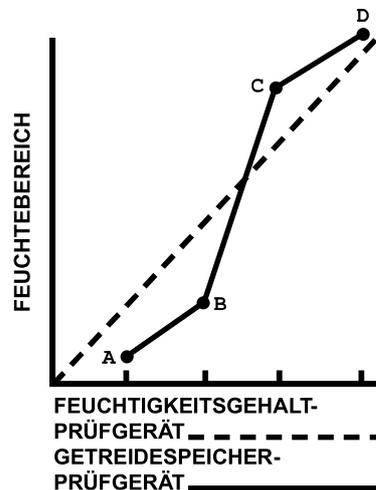

ABBILDUNG 1:
HINWEIS: Abbildung 1 dient lediglich zur Veranschaulichung und stellt keine tatsächlichen Prüfergebnisse dar.
- 1. Prüfgerät-Unterschiede:** Das Feuchtigkeitsgehalt-Prüfgerät stimmt möglicherweise nicht mit bestimmten Getreidespeicher-Prüfgeräten überein. Es gibt kein Prüfgerät, das den tatsächlichen Feuchtigkeitsgehalt eines jeweiligen Getreides messen kann. Für Getreidespeicher-Prüfgeräte bestehen keine nationalen Normen. Der Unterschied zwischen dem Feuchtigkeitsgehalt-Prüfgerät und verschiedenen behördlich genehmigten Getreidespeicher-Prüfgeräten ist nicht immer gleichbleibend. Eine Einstellung für einen bestimmten Feuchtigkeitsgehalt stimmt möglicherweise bei einem anderen Feuchtigkeitsgehalt nicht. Abbildung 1 zeigt wie das Feuchtigkeitsgehalt-Prüfgerät über einem weiten Feuchtigkeitsgehalt möglicherweise mit einem Getreidespeicher-Prüfgerät zu vergleichen ist. Das Feuchtigkeitsgehalt-Prüfgerät und die meisten Getreidespeicher-Prüfgeräte sind im mittleren Feuchtigkeitsbereich für die jeweilige Getreidesorte am genauesten. In dieser Abbildung stimmen die Prüfergebnisse für das Getreidespeicher-Prüfgerät (in der Abbildung durch die durchgehende Linie dargestellt) in diesem Bereich nahezu mit denen des Feuchtigkeitsgehalt-Prüfgeräts (als gestrichelte Linie dargestellt) überein. Je weiter man sich jedoch vom mittleren Bereich entfernt und in die höheren und niedrigeren Feuchtigkeitswerte gerät, desto größer werden die Unterschiede zwischen dem Getreidespeicher-Prüfgerät und dem Feuchtigkeitsgehalt-Prüfgerät, und das Prüfgerät kann sogar abwechselnd höhere und niedrigere Werte als das Getreidespeicher-Prüfgerät anzeigen. In Abb. 1 zum Beispiel stellt der Bereich zwischen B und C den mittleren Feuchtigkeitsgehalt dar. Die Prüfergebnisse des Feuchtigkeitsgehalt-Prüfgeräts stimmen innerhalb von plus oder minus 0,5 Prozent mit denen des Getreidespeicher-Prüfgeräts überein. Der Bereich zwischen A und B stellt den unteren Feuchtigkeitsbereich dar. Die Ergebnisse des Feuchtigkeitsgehalt-Prüfgeräts differieren um einen größeren Betrag von den Ergebnissen des Getreidespeicher-Prüfgeräts und sind in diesem Falle NIEDRIGER als die Ergebnisse des Getreidespeicher-Prüfgeräts. Der Bereich zwischen C und D stellt den oberen Feuchtigkeitsbereich dar. Die Ergebnisse des Feuchtigkeitsgehalt-Prüfgeräts differieren wiederum um einen größeren Betrag von den Ergebnissen des Getreidespeicher-Prüfgeräts als im mittleren Feuchtigkeitsbereich, aber in diesem Falle sind sie HÖHER als die Ergebnisse des Getreidespeicher-Prüfgeräts.
- 2. Voraussetzung für die Kalibrierung:** Abbildung 1 stellt dar, dass die Ergebnisse des Feuchtigkeitsgehalt-Prüfgeräts im mittleren Feuchtigkeitsbereich im Prinzip mit den Ergebnissen des Getreidespeicher-Prüfgeräts übereinstimmen. (Der Graph hier dient lediglich zur Veranschaulichung und stellt keine tatsächlichen Prüfergebnisse dar.) Jegliche Änderungen der Eichung für Getreide in diesem Feuchtigkeitsbereich sind gering, und eventuell nicht notwendig. Falls das Getreide jedoch sehr trocken (niedriger Feuchtigkeitsbereich) oder sehr feucht ist (oberer Feuchtigkeitsbereich), muss das Feuchtigkeitsgehalt-Prüfgerät möglicherweise entsprechend den Ergebnissen des Getreidespeicher-Prüfgeräts geeicht werden. Hierfür in beiden Prüfgeräten Getreide der gleichen Getreideprobe verwenden. Die notwendige Kalibrierungseinstellung notieren. Sie gilt für alle Prüfungen in diesem Feuchtigkeitsbereich für die jeweilige Getreidesorte.